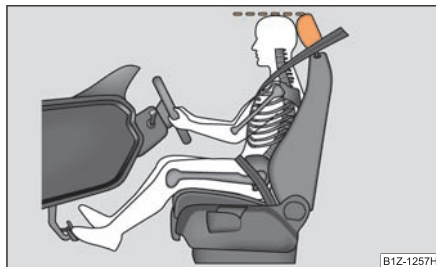

Fig. 168 Reglarea corectă a înălțimii tetierei
- Reglați tetierele astfel încât marginea superioară a tetierei să se afle la aceeași înălțime cu partea superioară a capului dvs. ⇒ fig. 168.
- Reglați tetierele astfel încât marginea superioară a tetierei să se afle la aceeași înălțime cu partea superioară a capului dvs. ⇒ pagina 161, fig. 168.